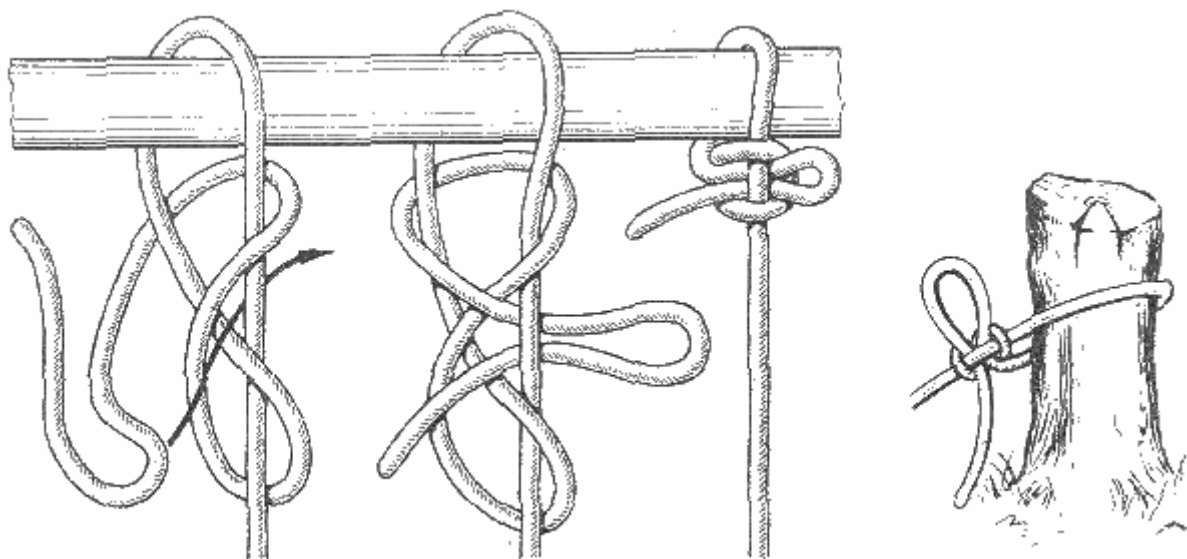

Рис. 102. Курьерский узел
**Курьерский узел** (рис. 102). Он служит для тех же целей, что и мокрый полуштык. После одного обноса вокруг пала ходовой конец пропускают восьмеркой вокруг коренного конца, потом складывают его вдвое и просовывают в виде петли между петлями восьмерки и коренным концом. Этот узел развязывается не так быстро, как предыдущий.